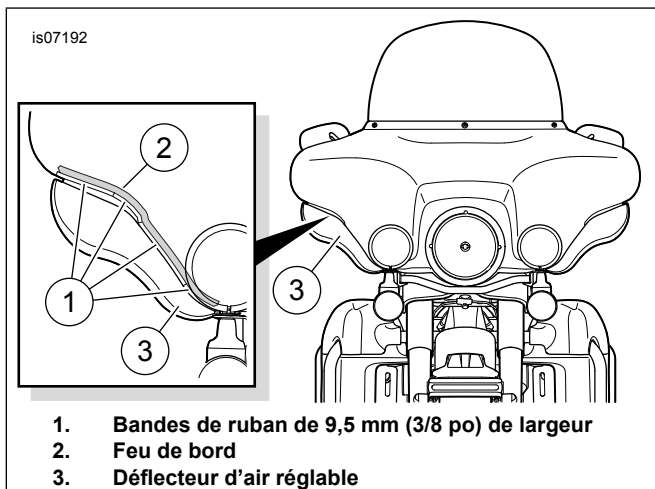

Figure 1. Feux de bord de carénage, zone d'installation
1. Voir Figure 1. Faire un montage d'essai des feux de bord (2) sur le carénage extérieur avant de les installer. Ne pas retirer la doublure de l'adhésif tant que l'on n'est pas prêt à installer les bandes lumineuses.